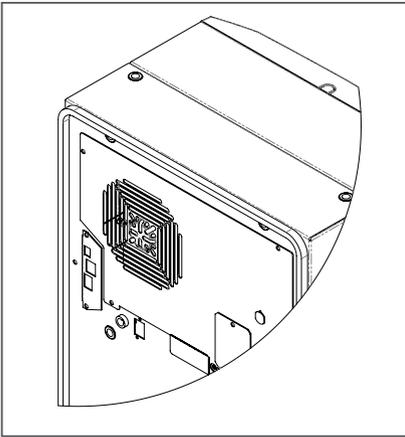

Abbildung 3
1. Montieren Sie die Dichtung mithilfe des mitgelieferten Montagekits am Kühlgerät (siehe Abbildung 3).